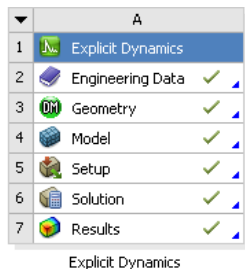

图 15-23 完成分析的项目工程图
1) 单击 Mechanical 界面右上角的“关闭”按钮，退出 Mechanical 返回到 Workbench 主界面。此时主界面中的项目管理区中显示的分析项目均已完成，如图 15-23 所示。